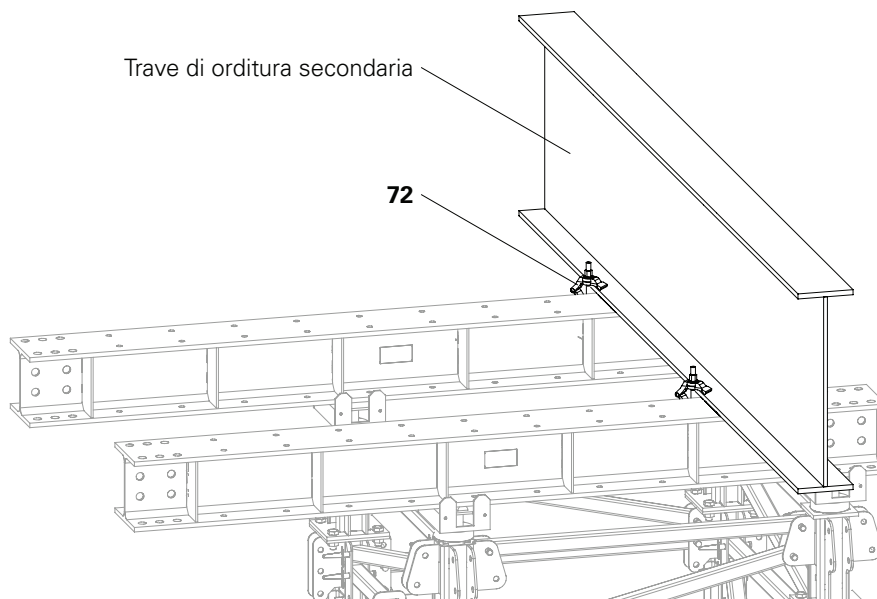

Fig. C3.01
3. Fissare le travi di orditura secondarie alle travi di orditura primarie con 2x morsetti per trave HD 70 mm (**72**) per ogni trave di orditura primaria. (Fig. C3.01 + C3.01a)